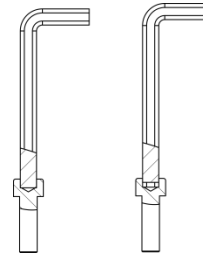

Figura 40: Insira completamente a chave Allen
1. A chave Allen deve deslizar totalmente até o fundo do orifício sextavado [consulte **Figura 40**].